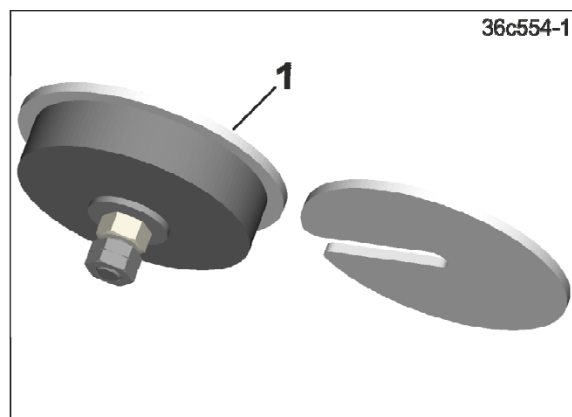

Fig. 10
- 2.1 Sett pluggen (Fig. 10/1) fra innsiden inn i åpningen til sågodsbeholderen.